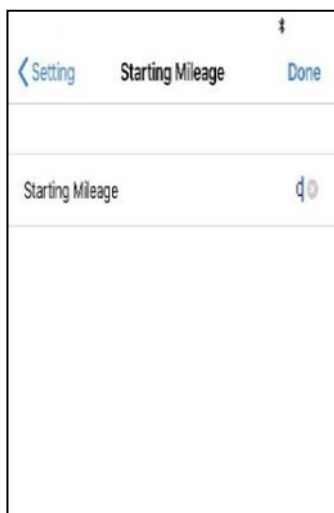

Рис. 3
*Starting Mileage*: введите значение начального пробега машины (рис. 3).